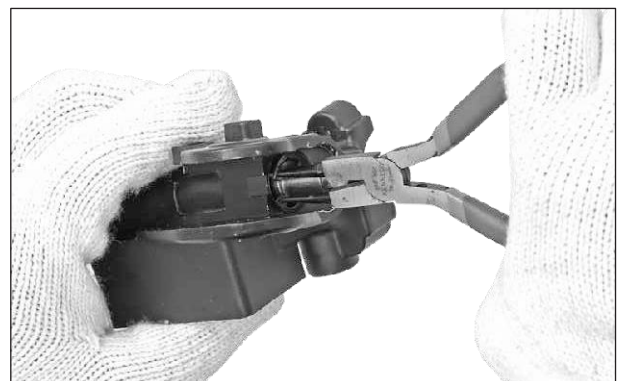

Fig. 6.45
- Sosteniendo el cilindro maestro con la mano, presione ligeramente el pistón con el pulgar y retire el clip del cilindro maestro con un alicate sin dañar el pistón. (Fig. 6.45)